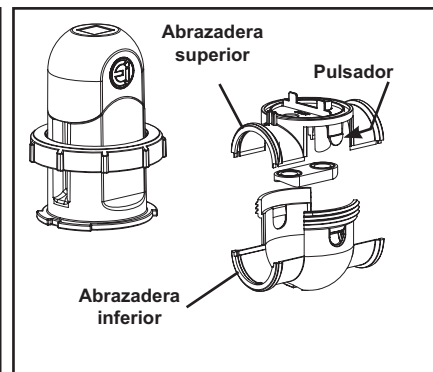

Figura 6. Desamble de celda
5. Desenroscar el anillo de seguridad de la celda con el fin de extraerlo de la abrazadera superior (vea la Figura 6).
6. Presione las dos (2) botones en cada lado para separar la parte superior de la abrazadera superior de la parte inferior de la abrazadera (véase la Figura 6).